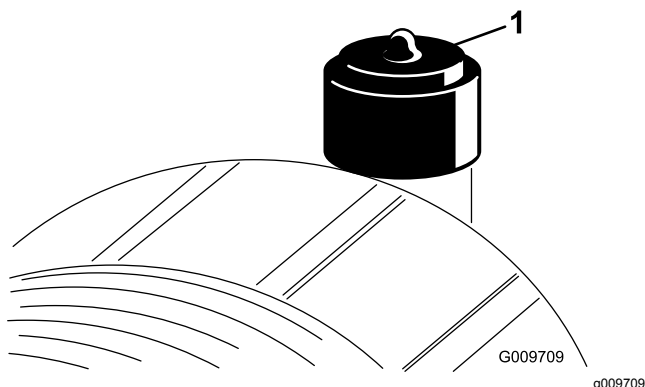

Figura 25
Effettuate la manutenzione del filtro dell'aria quando l'indicatore (Figura 25) lo richiede. Sostituendo il filtro dell'aria prima del necessario si aumenta il rischio che la morchia penetri nel motore quando si toglie il filtro.
6. Se la spia (Figura 25) è rossa, resettatela.